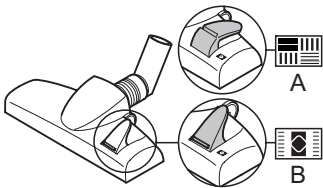

Abb. 12
5. Stellen Sie je nach Bodenbelag den Umschalter „Teppich/Hartboden“ (Abb. 12) ein:
- **Hartboden (Abb. 12/A)**
- **Teppich (Abb. 12/B)**